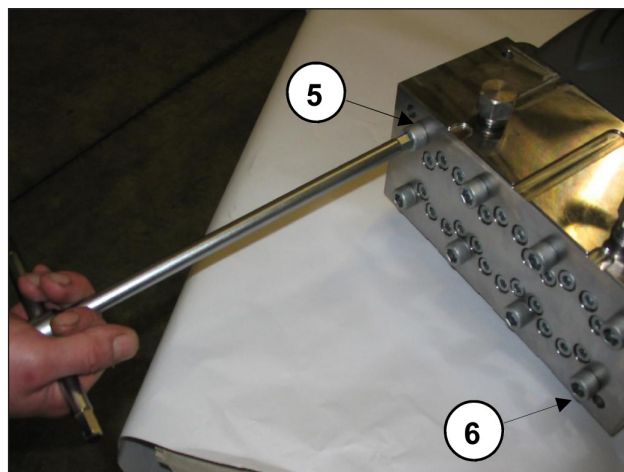
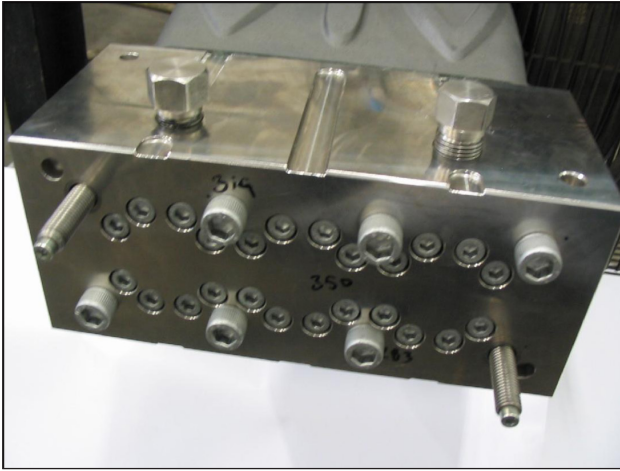

Fig. 17
Fig. 18
- Desparafuse os parafusos de fixação do cabeçote M12x260 nº 5 e nº 6, conforme indicado na Fig. 17, substituindo-o por dois parafusos-tomadas de serviço (cód. 27508200) como indicado em Fig. 18. Em seguida, proceda com a remoção dos parafusos restantes.